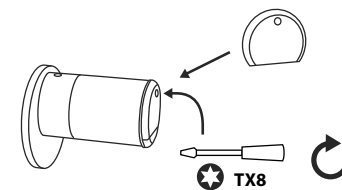

Fig. 4
- ④ Riposizionare il coperchio anteriore e avvitarlo (Fig. 4).